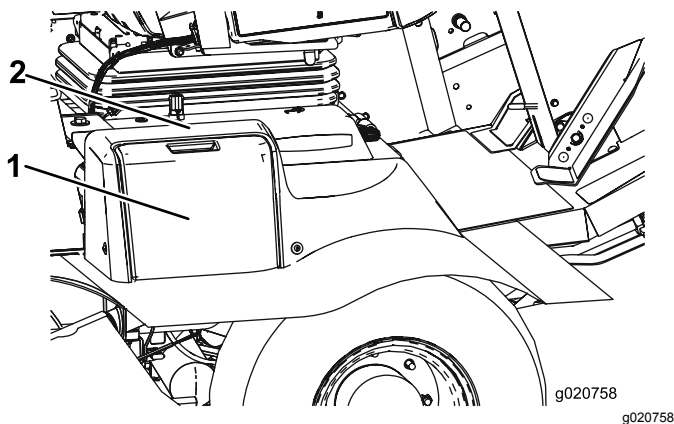

Рисунок 80
1. Откройте крышку аккумуляторной батареи сбоку на кожухе (Рисунок 80).
Примечание: Нажмите на плоскую поверхность над крышкой аккумуляторной батареи, чтобы облегчить снятие крышки (Рисунок 80).